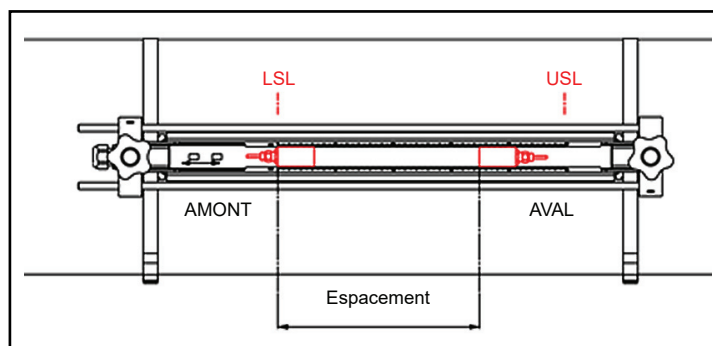

Figure 14 : Installation à deux traversées avec un dispositif de fixation
5. La figure 14 ci-dessous illustre un exemple d'installation terminée. Sur ce dessin, LSL correspond à la limite inférieure spécifiée et USL à la limite supérieure spécifiée pour l'installation.